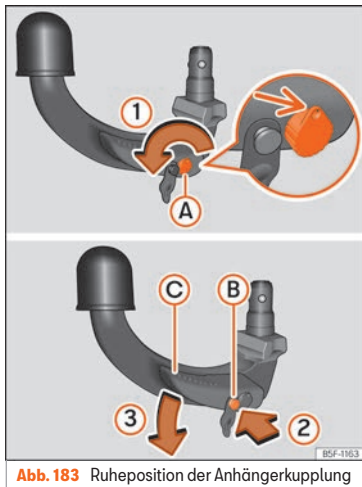

Abb. 183 Ruheposition der Anhängerkupplung
- Führen Sie den Schlüssel ein und drehen Sie ihn in Pfeilrichtung »» **Abb. 183** (1), bis das Loch im Schlüssel nach oben weist (Pfeil).
- Drücken Sie den Entriegelungsbolzen »» **Abb. 183** (B) in Pfeilrichtung (2) und gleichzeitig den Hebel (C) in Pfeilrichtung (3) bis zum Anschlag.